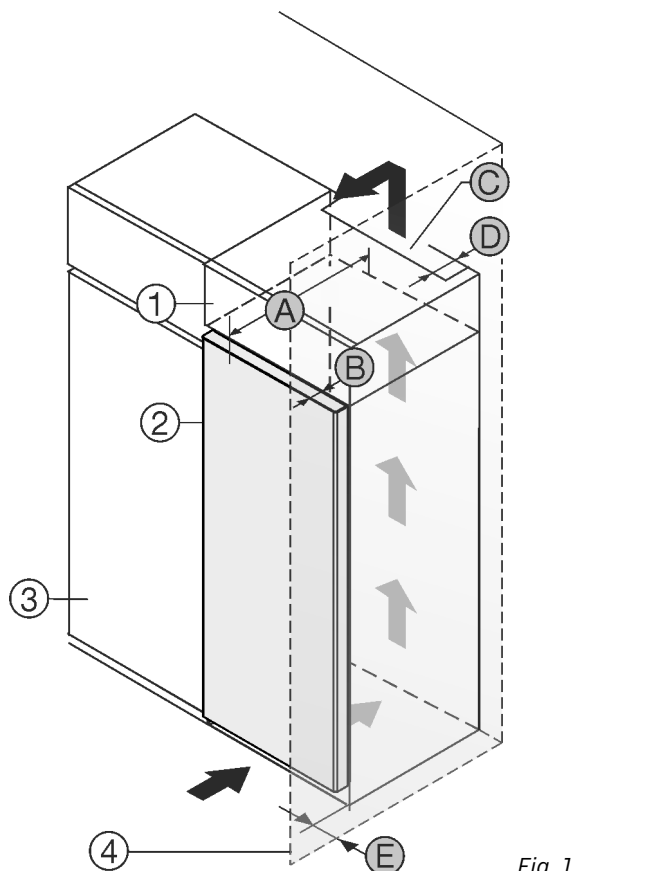

Fig. 1
Non collocare l'apparecchiatura accanto al mobile da cucina Fig. 1 (3)*.
Sul lato posteriore dell'armadietto sovrapponibile deve essere presente un vano di scarico dell'aria con la profondità Fig. 1 (D) che attraversa l'intera larghezza dell'armadietto sovrapponibile.*
Sotto al soffitto deve essere presente la sezione di ventilazione Fig. 1 (C)*.
Se l'apparecchiatura con cerniere viene installata accanto a una parete Fig. 1 (4), la distanza minima fra l'apparecchiatura e la parete deve essere almeno di 13 mm.*
Se l'apparecchiatura con cerniere viene installata accanto a una parete Fig. 1 (4), la distanza minima fra l'apparecchiatura e la parete deve essere almeno di 20 mm.*
Se l'apparecchiatura con cerniere viene installata accanto a una parete Fig. 1 (4), la distanza minima fra l'apparecchiatura e la parete deve essere almeno di 57 mm, che corrisponde alla sporgenza della maniglia a porta aperta.*
Per poter aprire completamente le porte, l'apparecchiatura deve sporgere almeno della profondità della porta Fig. 1 (B) rispetto al frontale del mobile da cucina. L'apparecchiatura può sporgere ulteriormente a seconda della profondità dei mobili da cucina Fig. 1 (3) e dell'utilizzo di distanziatori a parete.*